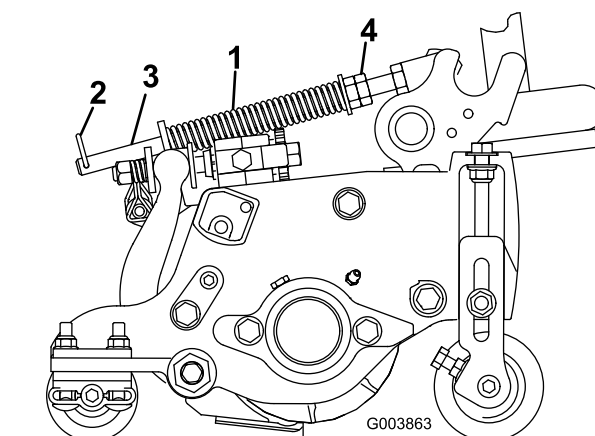

Figura 13
1. Asegúrese de que el pasador de horquilla está instalado en el taladro del extremo de la varilla (Figura 13).
2. Apriete las tuercas hexagonales del extremo delantero de la varilla del muelle hasta que la longitud comprimida del muelle sea de 15,9 cm (Figura 13).